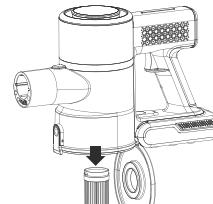

Fig 2
3. Tire hacia abajo del filtro HEPA de entrada para retirar el filtro y vuelva a colocarlo en sentido contrario después de la limpieza, Fig.2.